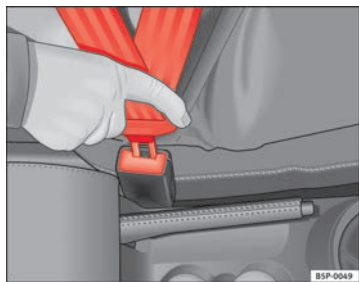

Abb. 11 Gurtschloss und Schliessung des Sicherheitsgurtes
- Stecken Sie die Schliessung in das zum Sitz gehörende Gurtschloss, bis es hörbar einrastet ⇒ Abb. 11.